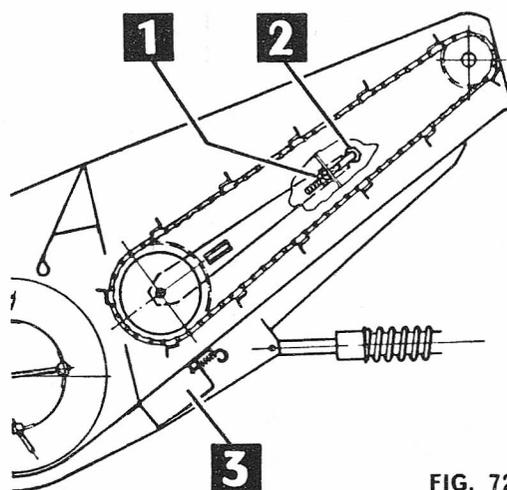

FIG. 72
La tensione si regola agendo sui dadi degli appositi tenditori (1 - fig. 72) dopo avere allentato i dadi (2): si raccomanda di tendere in modo uguale dalle due parti per mantenere il parallelismo dell'albero.